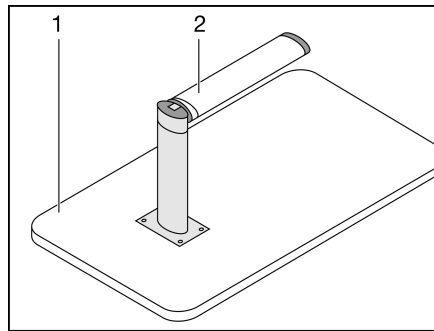

Bild 55 Bettunterbau
- Die Tischplatte (Bild 55,1) vorne ca. 45° anheben.
- Den unteren Teil des Gelenkstützfußes (Bild 55,2) nach unten ziehen und um 90° umklappen.